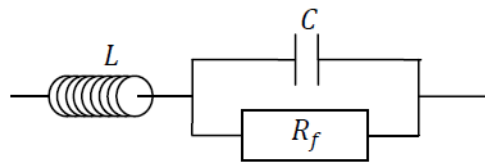

FIGURE 9 – Modélisation large-bande du condensateur
3. Afin d'expliquer ces résultats expérimentaux, l'étudiant décide de modéliser le condensateur utilisé par le dipôle de la figure 9. Dans ce modèle, il considère que L est de l'ordre du μH et que R_f est de l'ordre du $\text{M}\Omega$. Montrer que le modèle utilisé convient et déterminer précisément L et Q .